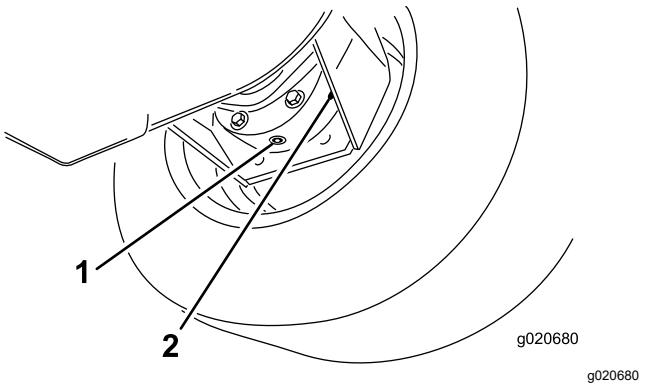

Figure 74
- Placez un bac de vidange sous le carter de frein et enlevez le bouchon pour permettre à l'huile de s'écouler (Figure 74).